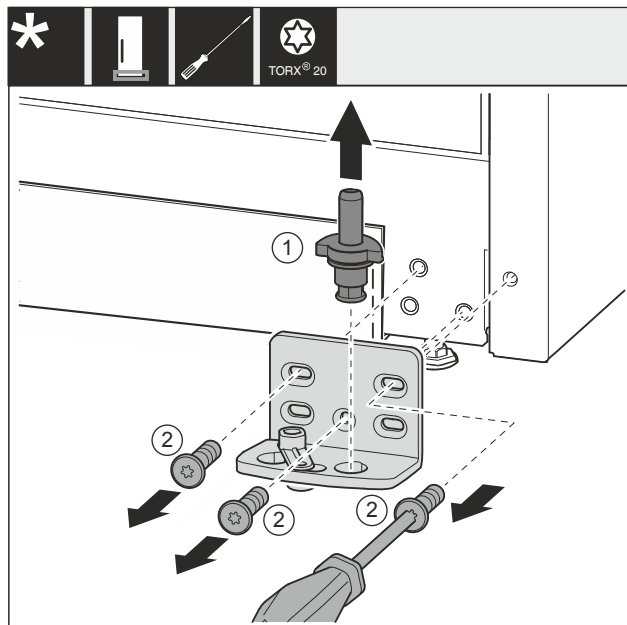

Fig. 21
- Retirer entièrement l'axe de palier Fig. 21 (1) par le haut.
- Desserrer les vis Fig. 21 (2) avec un tournevis et retirer le support de palier.